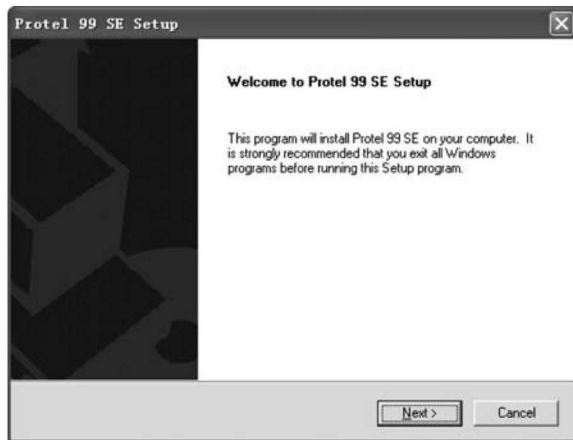

图 1-3 欢迎安装 Protel 99 SE
(1) 将 Protel 99 SE 软件光盘放入计算机光盘驱动器中。
(2) 放入 Protel 99 SE 系统光盘后, 系统将自动执行文件, 屏幕出现如图 1-3 所示的欢迎信息。也可打开光盘, 双击光盘中的 “setup.exe” 文件进行安装。